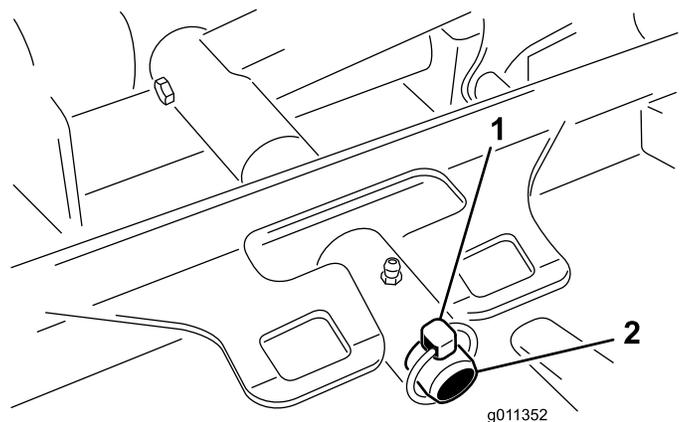

Рисунок 56
3. Снимите шплинт или крепежную гайку (только GM 4700), с помощью которых несущая рама деки крепится к оси поворота подъемного рычага (Рисунок 56).
3. Наденьте несущую раму деки на палец шарнира подъемного рычага. Закрепите шплинтом или крепежной гайкой (только GM 4700) (Рисунок 56).